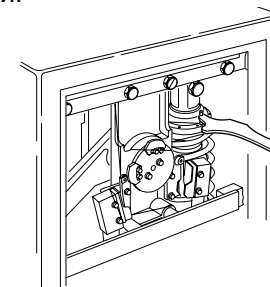

Рис.12
- Настройте предустановочную кольцевую гайку, используя поставляемый гаечный ключ, как показано на рис.12.